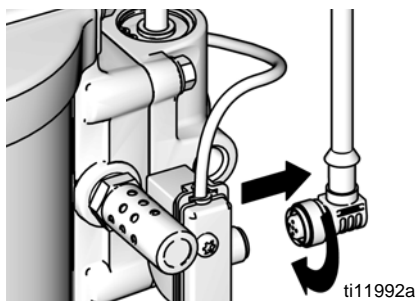

FIG. 9. Afbryd DataTrak
1. Kablet, der findes bagpå reed-kontakten, skrues løs. Se FIG. 9.